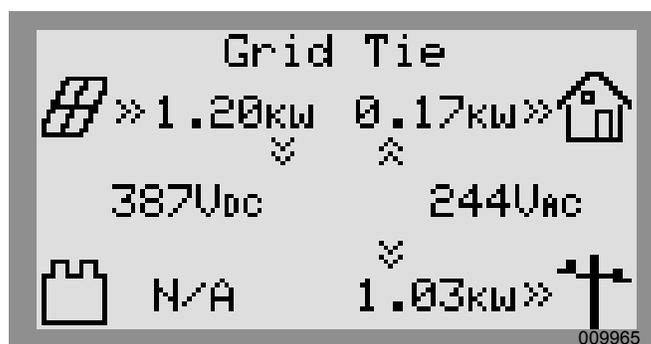

Figure 3-3. Sélectionner un mode de fonctionnement (1 sur 4)
1. Voir la Figure 3-3. Lorsque l'écran d'accueil est affiché, appuyer sur la touche centrale.